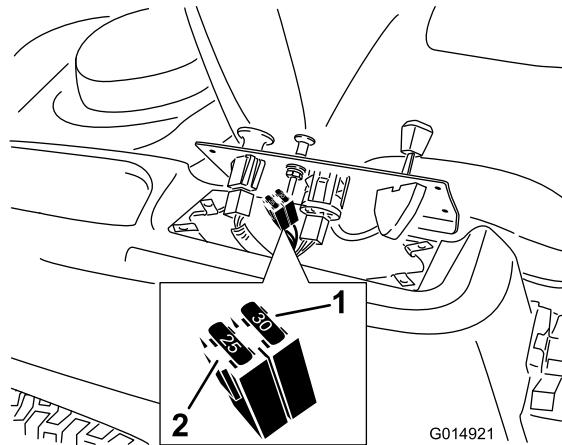

Figura 41
- Levante el panel de control para tener acceso al arnés de cables principal y al bloque de fusibles (Figura 41).
- Para cambiar un fusible, tire del fusible para retirarlo (Figura 41).